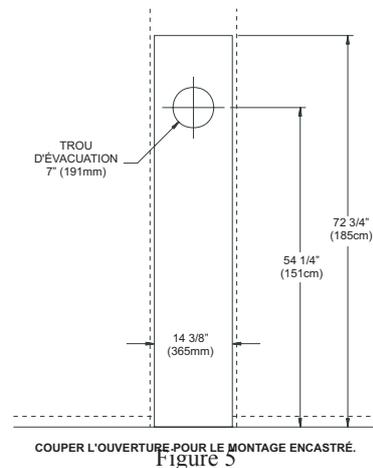
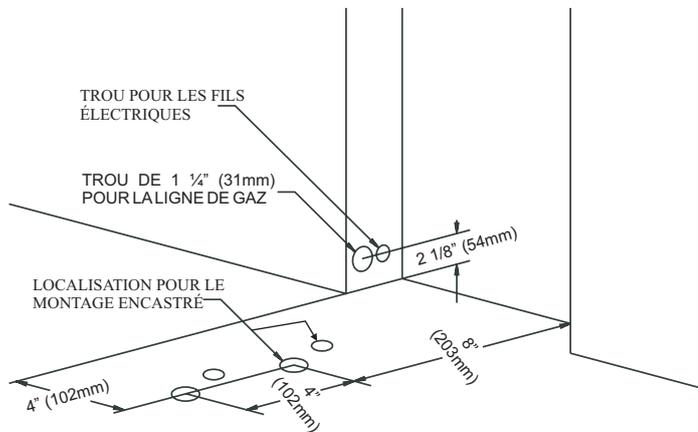

Figure 5
Figure 7
Le radiateur doit être situé sur un mur extérieur. Trouver les montants du mur, ainsi l'ouverture dans le mur sera entre les montants du mur. Le radiateur a une largeur de 14 1/8" (358mm) et peut être encastré entre deux montants dont la distance standard est de 16" (406mm). Comme le représente la Figure 5, l'ouverture dans le mur exige un diamètre de 7 1/2" (191mm).
Un guide est fourni dans l'emballage du radiateur pour vous aider à positionner le radiateur sur le mur. Aussi, référer à la Figure 5 et la Figure 7 pour positionner le radiateur sur le mur et pour situer les connexions pour la ligne de gaz.
Référer à la Figure 5 pour l'emplacement de l'ouverture dans le mur de 7 1/2" (191mm) de diamètre pour le radiateur. Après avoir localisé et coupé l'ouverture dans le mur, positionner le tuyau d'évacuation du radiateur dans le centre de l'ouverture du mur. Lorsque vous fixez le radiateur au mur, enlever la plinthe et la moulure derrière le radiateur. Fixer le radiateur au mur par le haut de la paroi extérieure avec (2) boulons à ailettes et au plancher par le bas de la paroi extérieure avec (2) vis #10 x 1 1/2" (38mm). Les vis et les boulons sont fournis.